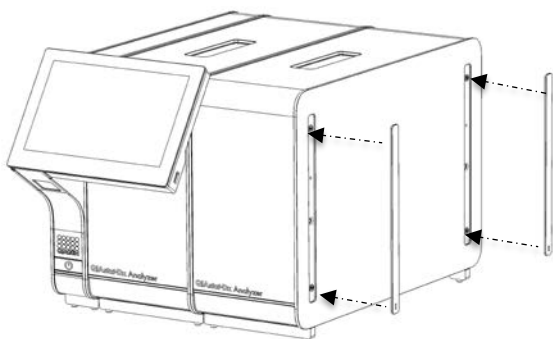

Рис. 17. Установлення захисних кришок на додатковому аналітичному модулі.
5. Знову встановіть захисні кришки зі сторони додаткового аналітичного модуля (рис. 17).